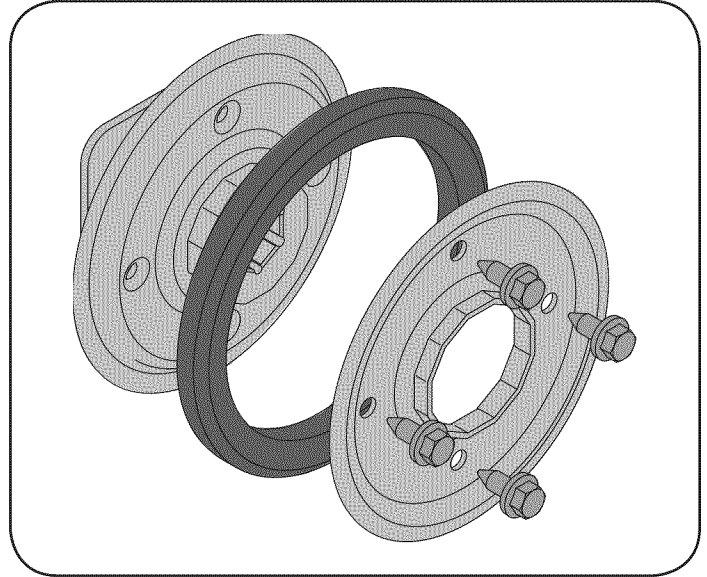

Figura 33
1. Saque los cuatro tornillos que mantienen unidas las placas laterales de la rueda de fricción. Vea la Figura 33.